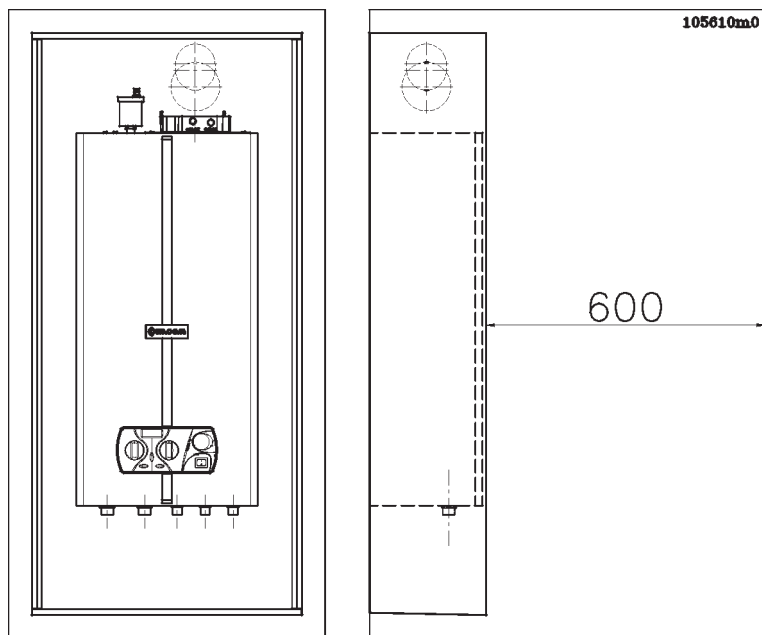

Figura 3 - Distanze minime di rispetto
- Verificare la figura 3 per quanto concerne le distanze minime di rispetto per l'installazione e la futura manutenzione.
Sia per l'installazione che per la manutenzione, è necessario lasciare degli spazi liberi attorno alla caldaia come illustrato nella figura 3.